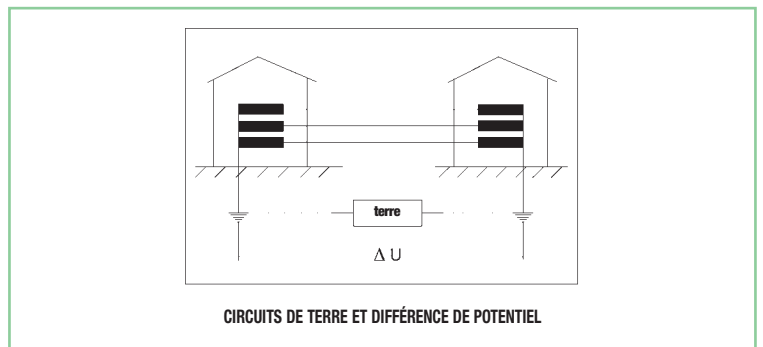

figure 5
- Plus l'isolement (en kV) est élevé, plus la sécurité de transmission en présence de potentiels de terre, parasites électromagnétiques, transients lumineux, décharges, etc.) est élevée (figure 5).